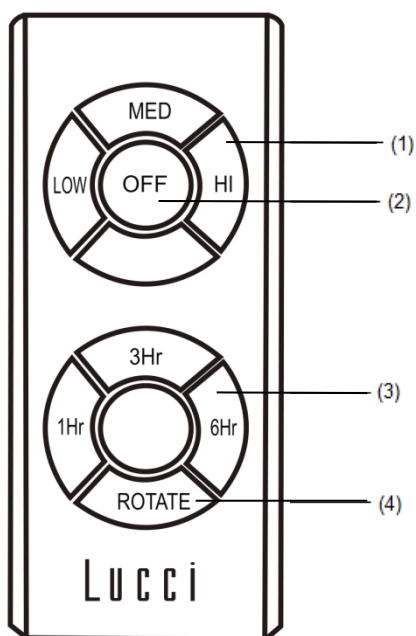

Abb. 14
- Entfernen Sie die Schraube (6) und ziehen Sie das Batteriefach (2) heraus, indem Sie auf den Clip (1) drücken und das Batteriefach herausziehen.
- Legen Sie die Batterie (3) in das Fach und setzen Sie es wieder in die Fernbedienung (4) ein, die mit dem Polaritätssymbol "+" (5) gekennzeichnet ist.
- Bringen Sie die Schraube (6) wieder an, um das Batteriefach (2) zu verschließen.
**Bedienung der Fernsteuerung (Abb.14)**